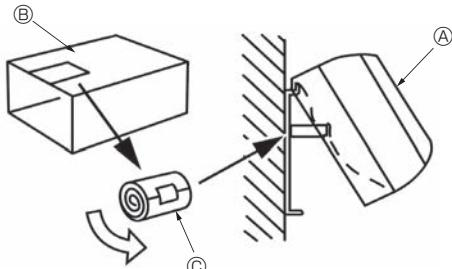

Fig. 3-12
Operación izquierda y posterior izquierda (Fig. 3-12)
- Tubería Izquierda y posterior Izquierda (Fig. 3-12)**
- Mientras inserta la manguera de desagüe en el orificio de entrada en la pared (manguito de entrada), cuelgue la parte superior de la unidad interior en la placa de montaje ①.